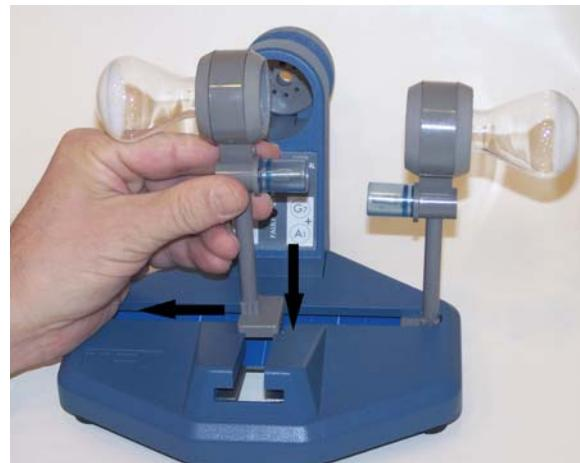

Fig. 2
- Beide Halter in den Schlitz am Röhrenhalter einführen und ganz nach rechts bzw. links schieben (siehe Fig. 2).